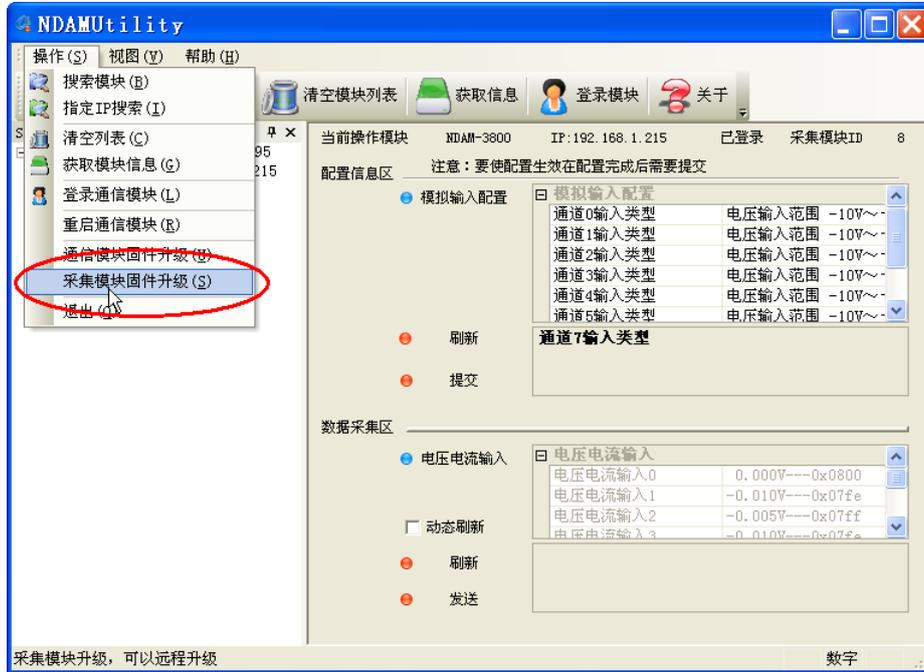

图 3.8 软件方式固件升级
① 在模块工作模式下点击配置软件 NDAMUtility 上的“操作”菜单，并选择“采集模块固件升级”选项，如图 3.8 所示；